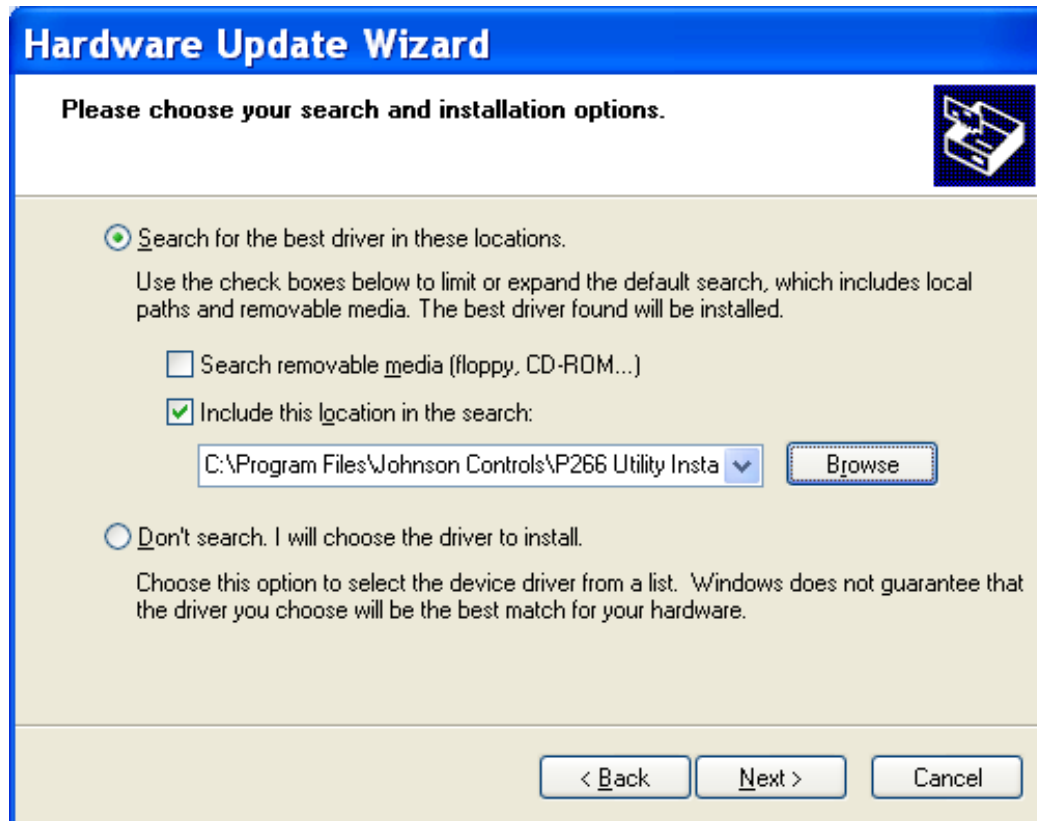

Figura 78: Opciones de instalación y búsqueda
- (1) Haga clic en **Start** (Inicio) y, a continuación, haga clic con el botón derecho en **My Computer** (Mi PC) y seleccione **Properties** (Propiedades).
- (2) Busque **x64 Edition** (edición x64) enumerado bajo **System** (Sistema). Si no ve **x64 Edition** (edición x64) en la lista, significa que está ejecutando la versión de 32 bits de Microsoft Windows XP. Si ve **x64 Edition** (edición x64) en la lista, significa que está ejecutando la versión de 64 bits de Microsoft Windows XP.
6. En este punto, debería aparecer una pantalla similar a la de la Figura 78. En la ruta de archivo se incluye la carpeta de 32 o de 64 bits seleccionada anteriormente. Haga clic en **Next** (Siguiente) para continuar.